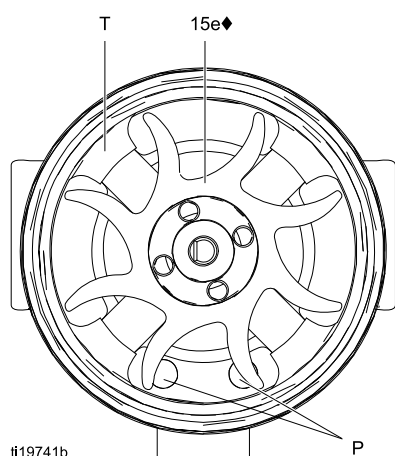
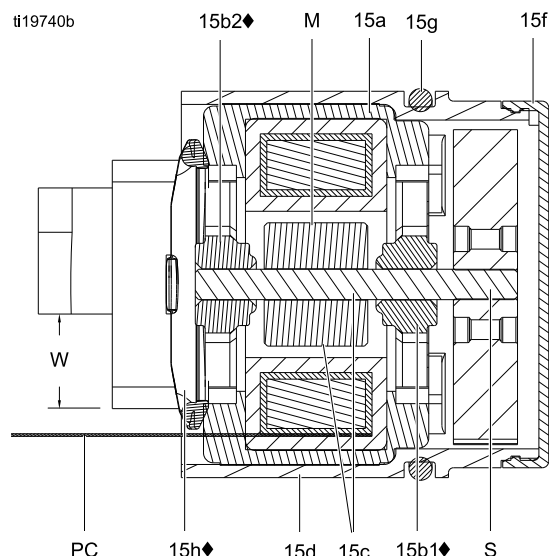

Figure 34 Orientation du ventilateur
Figure 35 Vue en coupe de l'alternateur
12. Maintenez l'ensemble de bobine (15a) sur un établi en orientant l'extrémité du ventilateur vers l'avant. Appuyez le ventilateur (15e♦) sur l'extrémité longue de l'axe (S). Les pales du ventilateur doivent être orientées comme illustré.
13. Appuyez doucement l'ensemble de la bobine (15a) sur l'avant du boîtier (15d♦) tout en alignant la broche de la bobine avec la fente du boîtier. Le connecteur à 3 câbles (PC) doit être placé sous la partie la plus large (W) des languettes du boîtier, comme illustré dans la figure 35. Assurez-vous que les goupilles d'alignement de la bobine (P) sont positionnées comme illustré dans la figure 34.
14. Faites tourner le ventilateur (15e) de sorte que ses pales ne se trouvent pas devant les quatre languettes de coussinet (T) à l'arrière du boîtier. Assurez-vous que les pales du coussinet inférieur (15b1♦) s'alignent avec les languettes.